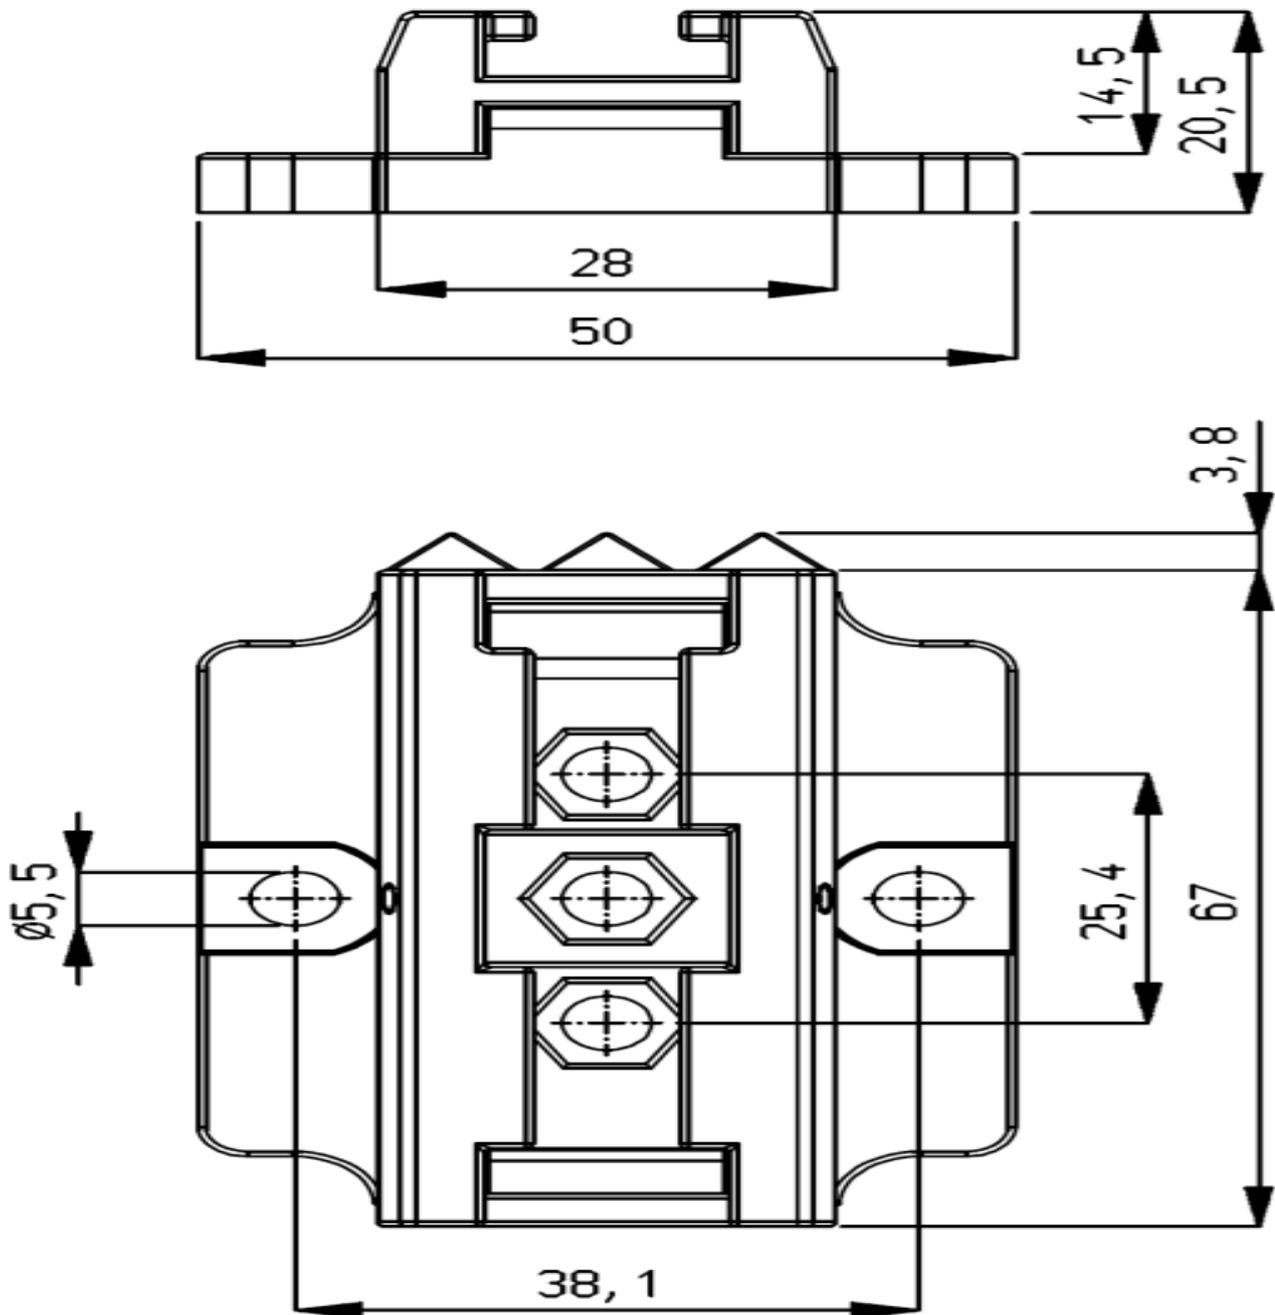

Abbildung 5: Montage des Ionensprühstabs mit Montagebügel
- Schrauben Sie die Stellschrauben (Nr. 6) aus den Halterungen (siehe Abbildung 5).